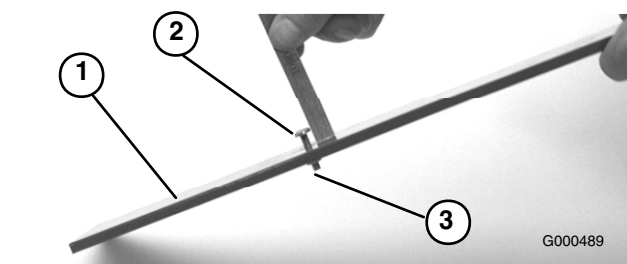

Figure 52
4. Desserrez l'écrou du gabarit (Figure 52) et tournez la vis de réglage de manière à obtenir la hauteur de coupe voulue. L'écartement entre la base de la tête de la vis et la face du gabarit correspond à la hauteur de coupe.